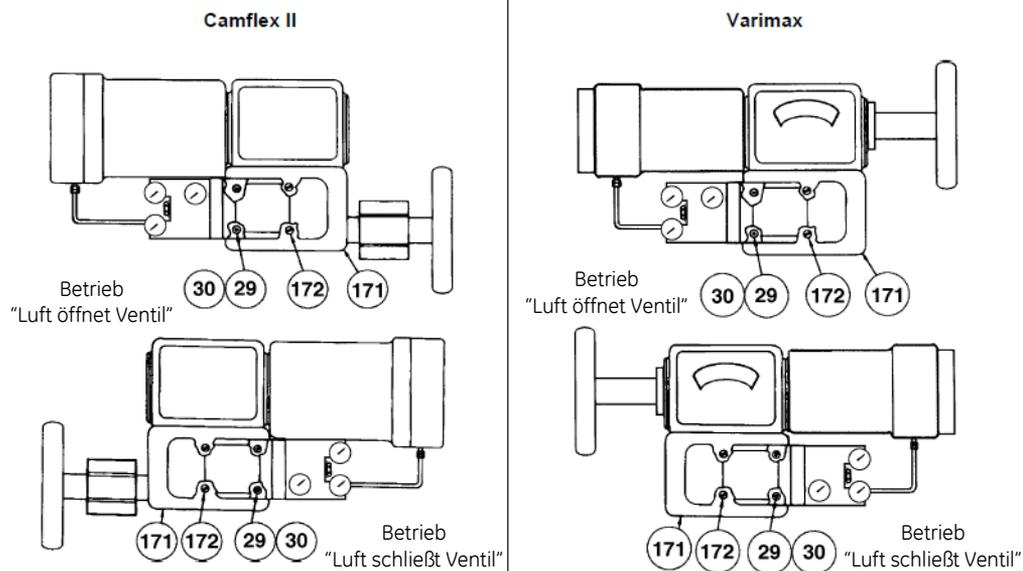
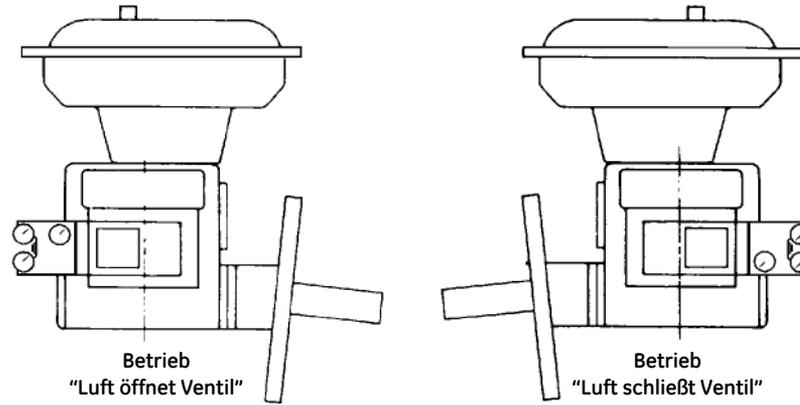
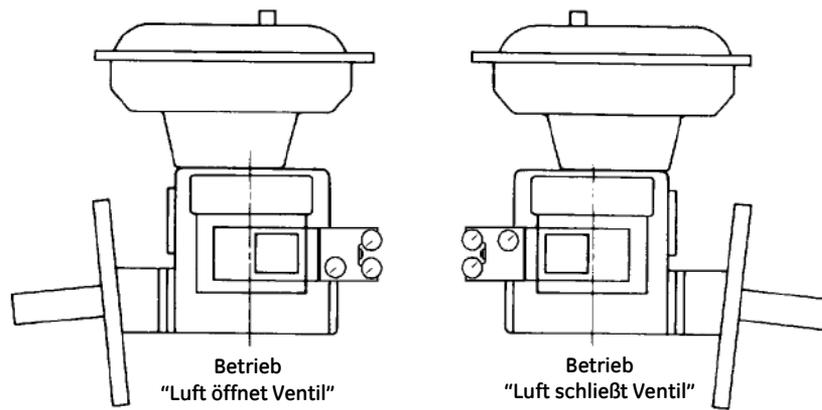

Abbildung 8 Camflex II und Varimax
Abbildung 9 Ball II und MiniTork II
Abbildung 10 Hochleistungs-drosselventil
Der Stellungsregler wird an einer Platte (171) mit zwei Schrauben (29) und der Fächerscheibe (30) so befestigt, dass die Druckmesser, die am nächsten sind bei Camflex und Varimax (Abbildung 8) - vom Stellglied weg gerichtet sind bei den Modellen Ball II (Abbildung 9), MiniTork II (Abbildung 9) und HPBV (Abbildung 10). Die Zwischenmontageplatte (171) selbst wird mit zwei Schlitzschrauben (172) an der Halterung befestigt.
Näheres zu den Montageteilen des Stellungsreglers siehe Abbildung 8.